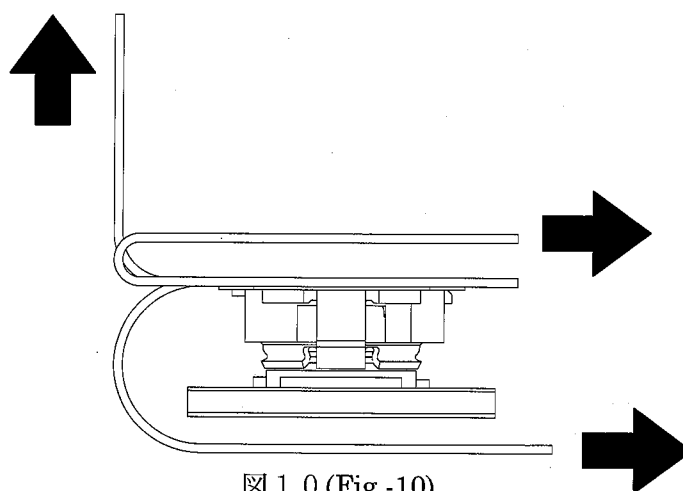

図 1 0 (Fig.-10)
- ・ 嵌合状態のコネクタ抜け止め荷重は、1.96N Max.でコネクタ底部全体を押えて下さい。(図 1 1)